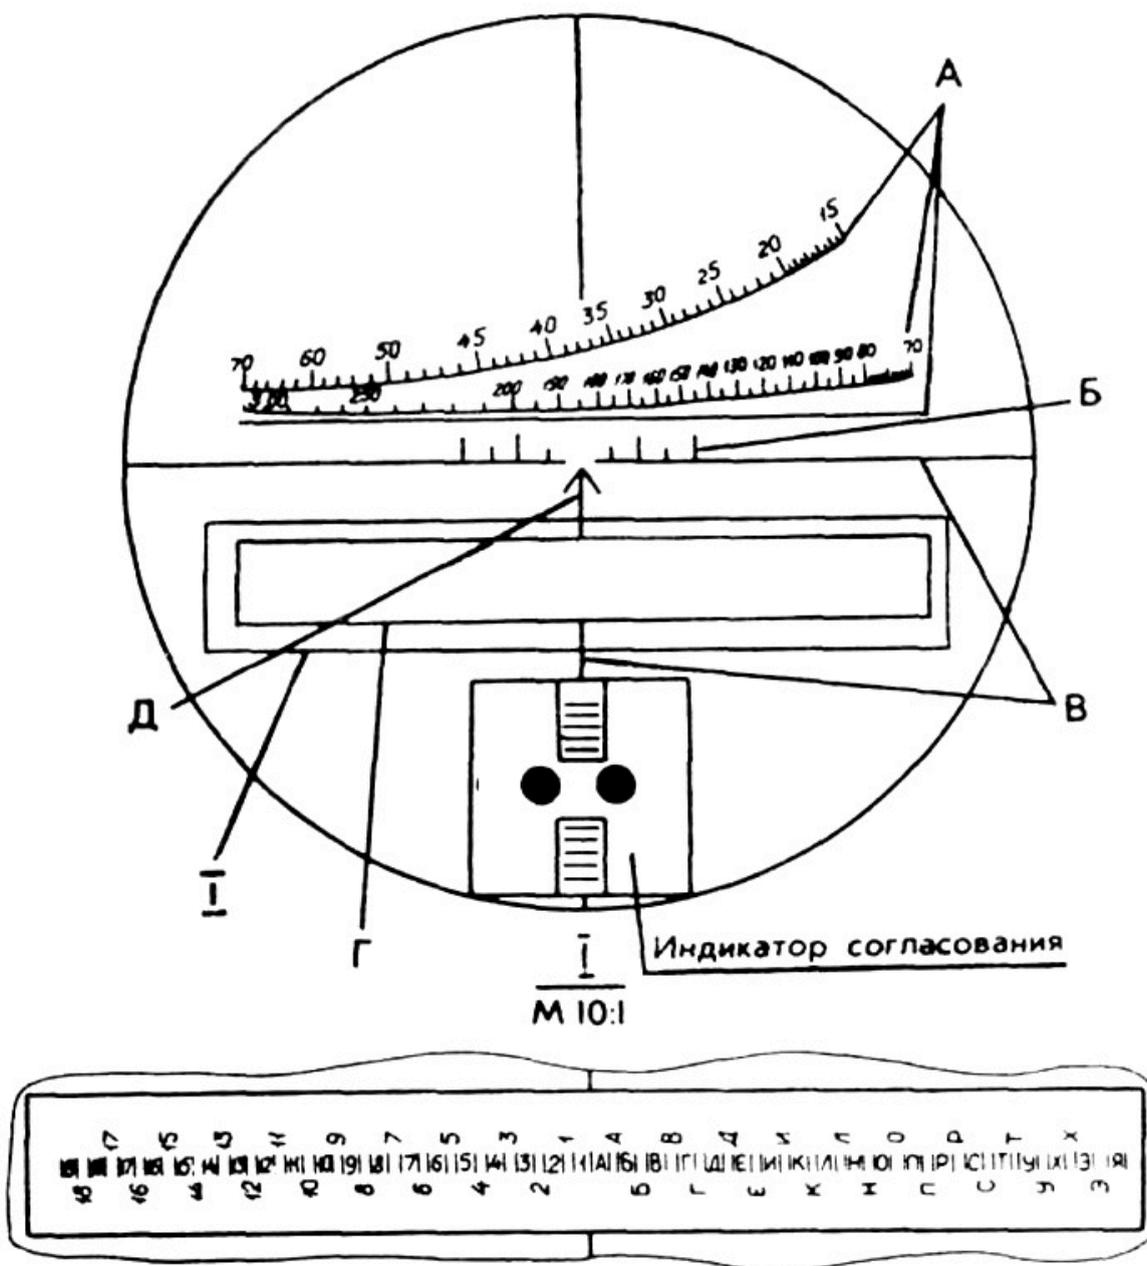

Рис. 13.5. Вид поля зрения панорамы:
4. В окулярной части панорамы размещён ламподержатель. Лампа обеспечивает подсветку сетки (рис.13.5) при работе в ночное время.